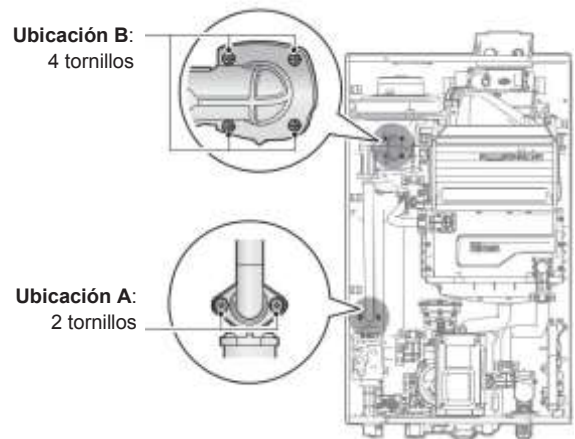

Figura 3. Desconexión de la tubería de entrada del gas De la válvula de gas y del motor del ventilador
4. Utilice un destornillador Phillips para quitar los dos tornillos de la ubicación A, conexión bajo la válvula de gas donde se conecta con la tubería. Ver Figura 3 como referencia. Una vez que haya sacado los tornillos, separe con cuidado la tubería de la válvula.